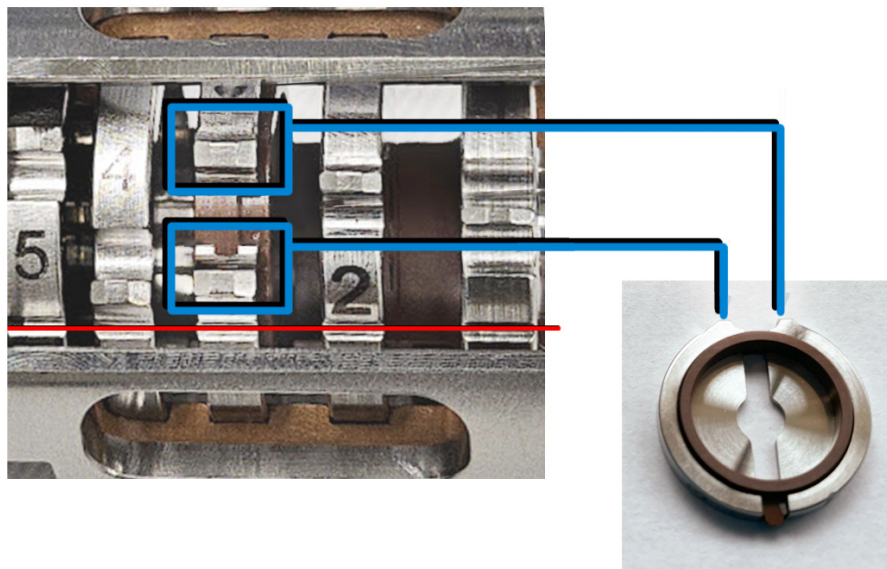

Figure 62. Ensemble lentilles de source EI HES 2.0 assemblé
- 1 Monter les cinq lentilles à l'intérieur de l'isolant de lentille. (Voir **Figure 62**.)